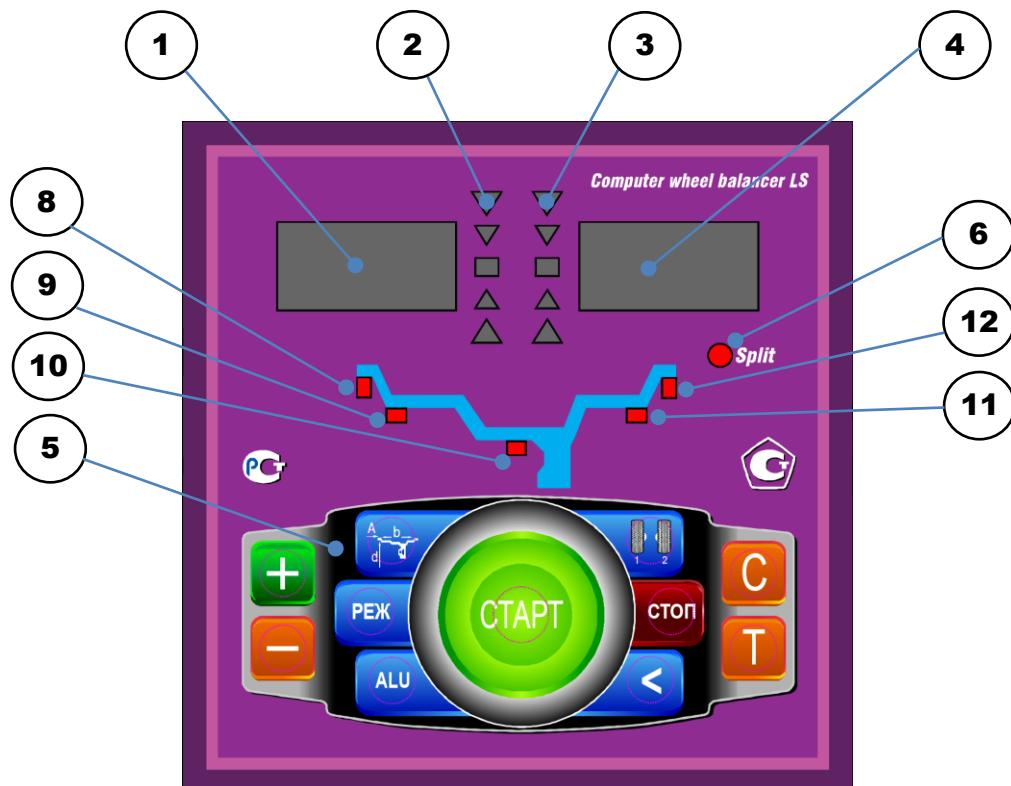

рис.8.1.
8.1. Общий вид лицевой панели показан на рис. 8.1.
При выдвижении штанги на индикаторах 1 (рис. 8.1) отображается значение параметра "A". Значение параметра "d" отображается на индикаторах 4.
Для ввода ширины нажмите кнопку "+" или "-" на индикаторах 1 (рис. 8.1) высветится "-b-", а на индикаторах 4 значение ширины диска. Через 2-3 сек после установки ширины индикаторы в режим отображения текущего дисбаланса.
Дважды нажать кнопку "A, d, b", после чего на индикаторах 1 (рис. 8.1) загорается символ "A", а на индикаторах 4 исходная величина дистанции. Нажимая кнопки "-" и "+" установить на индикаторах 4 требуемую величину дистанции. Через 2-3 сек после установки дистанции показания на индикаторах 1 и 4 возвращаются к отображению текущего дисбаланса, а кнопки "-" и "+" возвращаются в режим ввода ширины обода.
11.1. Переключение схем ALU1-ALU5 осуществляется последовательным нажатием кнопки "ALU" при этом схема установки грузов отображается загоранием соответствующих светодиодов 8-12 (рис.8.1), кроме того, на индикаторах 1 отображаются символы ALU, а на индикаторах 4 номер 1-5. Через 2-3 сек. после установки требуемой программы ALU индикаторы 1-4 переходят в режим отображения дисбаланса.
12.3. Для входа в программу Split нажмите кнопку РЕЖ , после чего загорается светодиод 6 (рис.8.1) и на индикаторах 1 загораются символы "SPn", означающие, что необходимо ввести число спиц обода колеса, подлежащего балансировке. При этом на индикаторах 4 загорается цифра 5. Если число спиц колеса отличается от 5, кнопками "-" и "+" установить на индикаторах 4 фактическое число спиц колеса.
12.4. Запустите СБ. После остановки вала установите любую спицу обода колеса вертикально вверх (на 12 часов) и нажмите кнопку С. После чего, на индикаторе 1 и линейке 2 (рис.8.1) будут указаны величина и место установки корректирующего груза на внутренней плоскости.
Эта функция обеспечивается тем, что каждый раз при вводе новых геометрических параметров и установке требуемой программы ALU, предыдущее состояние запоминается. Для перехода от одного набора параметров к другому необходимо нажать кнопку "1-2". Визуальный контроль того, какие параметры установлены в данный момент, осуществляется нажатием "A,d,b" на индикаторах 4 (рис.8.1) будут последовательно отображены, установленные в данный момент диаметр и ширина обода и дистанция.
14.1. При включении тумблера питания СБ на индикаторах 1 (рис. 8.1) высвечивается трёхзначное число -номер версии программного обеспечения. Через 2-3 сек на индикаторах 1 и 4 должны загореться нули, кроме того должны загореться светодиоды 8 и 12, что свидетельствует о включении режима стандартной балансировки с установкой на обеих плоскостях коррекции грузиков на пружинках. На линейках 2 и 3 (рис. 8.1) должны загореться центральные светодиоды.
14.2. При включении СБ программа измерения дисбаланса настраивается таким образом, что дисбаланс менее 8 г ( заводская установка) на любой плоскости коррекции не показывается, в этом случае на индикаторах 1 и 4 (рис. 8.1) высвечиваются "0". Минимальный дисбаланс отображающийся на индикаторах 1 и 4 равен 8г. Дисбаланс, превышающий 8г, округляется до величины кратной 5, т. е. дисбаланс 9, 10, 11 и 12 г отображается цифрой 10, дисбаланс 13, 14, 15, 16 и 17 г - цифрой 15 и т. д. Для просмотра
14.5.1. Поднимите защитный кожух. Вручную поворачивайте колесо, при этом свечение светодиодов на линейках 2 и 3 (рис. 8.1.) будет перемещаться, и в какой-то момент на одной из линеек загорятся все светодиоды и цвет их свечения сменится на зелёный.